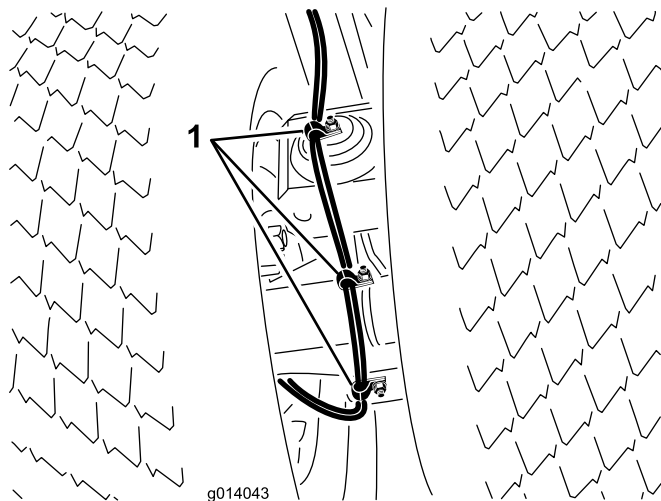

図 6
31. アクスルの左右にそれぞれ 3 本ずつ出ているスタッドにワイヤ・ハーネスを接続し、R クランプとロックナットで固定する（図 6）。